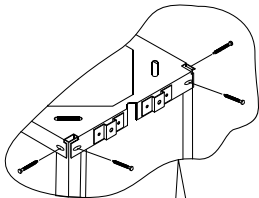
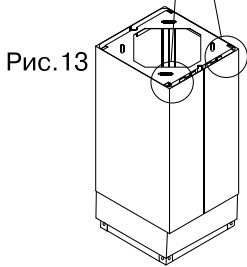

Рис.13.1
Рис.13
5. Поднимите собранную конструкцию вверх. Заверните уголки установочного каркаса в соответствующие прорезы потолочной крепежной пластины (см. рис. 12, рис. 12.1, рис. 12.2, рис. 12.3). Прикрепите уголки установочного каркаса к потолочной крепежной пластине (см. рис. 13, рис. 13.1). Выполнять перечисленные в этом пункте операции необходимо, как минимум, вдвоем.